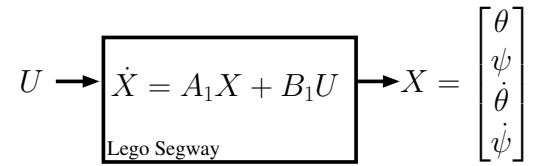

FIGURE 3 – Représentation d'état du système
5. Donner alors l'expression des matrices A_1 et B_1 du modèle d'état $\dot{X} = A_1X + B_1U$ du Segway (figure 3) en fonction de E, F, G, H , la matrice identité et la matrice nulle.